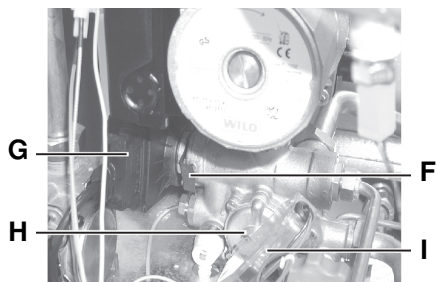

fig. 6
- 3) Sfilare la forcina **F** e rimuovere il motore **G** (fig.6).
- 3) Togliere la forcina **H** e rimuovere il microinterruttore pressostato riscaldamento **I** (fig.6).